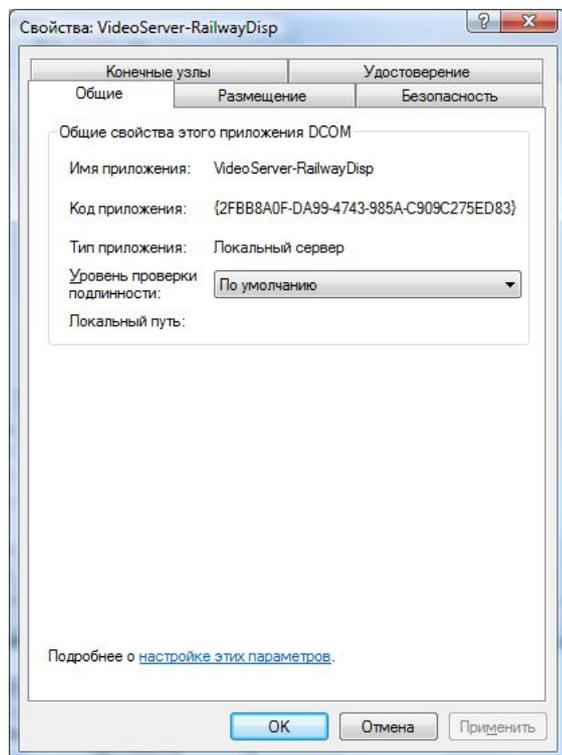
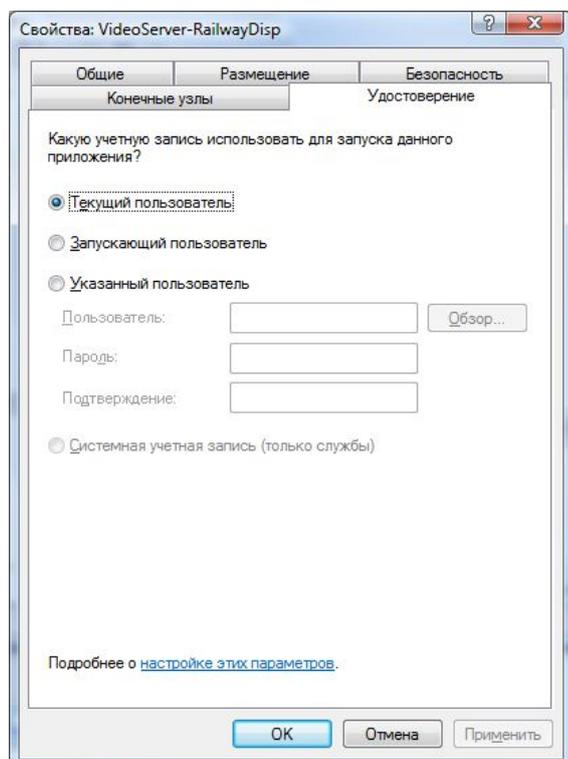

Рис. 17 Настройка DCOM - Общие: VideoServer RailwayDisp
Рис. 18 Настройка DCOM - Удостоверение: VideoServer RailwayDisp
3.11. Выбрать пункт меню “Свойства” и настроить в соответствии с рисунками ниже (Рис. 17 – Рис. 18):